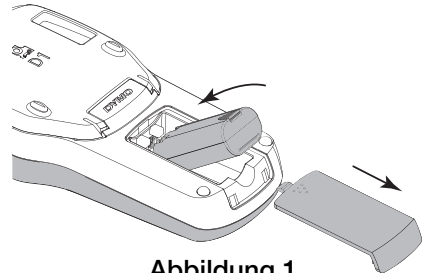

Abbildung 1
- 1 Schieben Sie die Abdeckung des Batteriefachs auf und nehmen Sie sie ab. Siehe Abbildung 1.
- 2 Legen Sie den Akku wie in Abbildung 1 abgebildet in das Batteriefach ein.
- 2 Schieben Sie die Abdeckung des Batteriefachs auf und nehmen Sie sie ab. Siehe Abbildung 1.